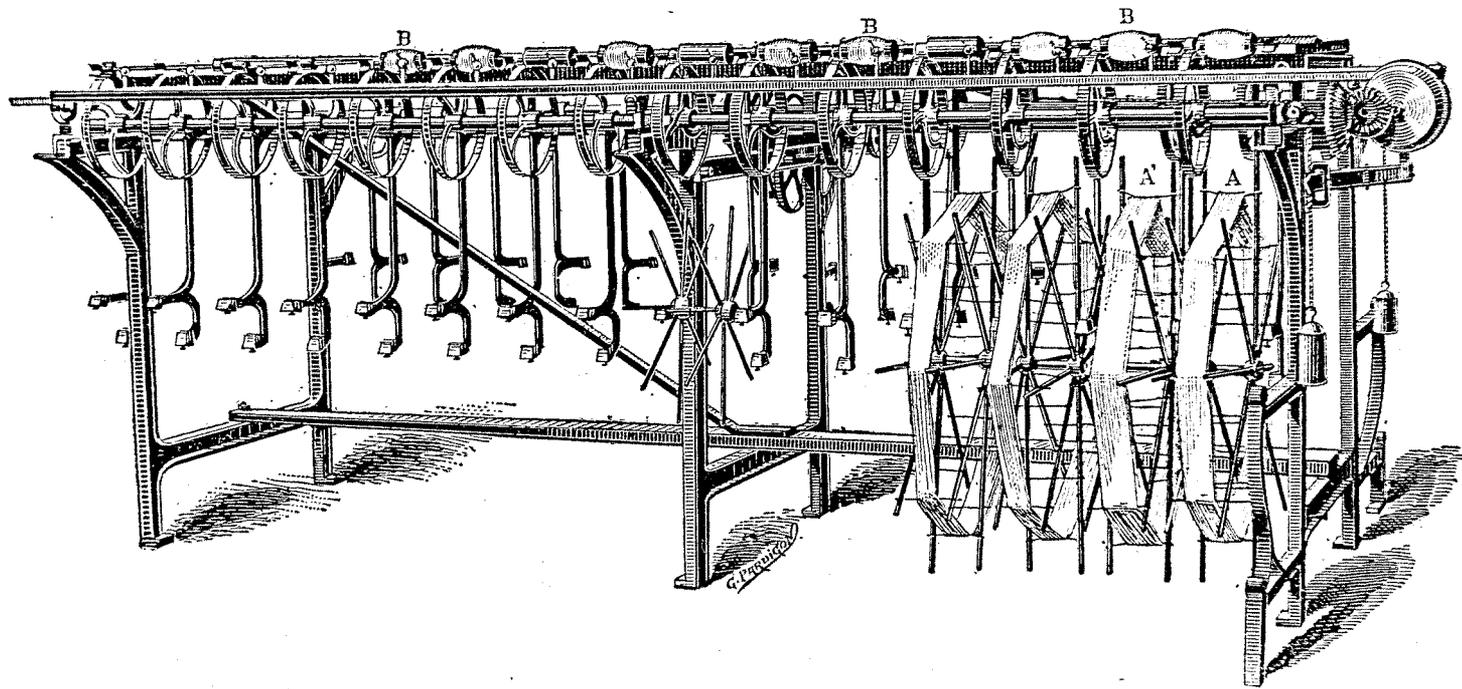

Fig. 212. — Bobinoir horizontal.
**Fils de chaîne.** — Les fils destinés à la *chaîne* subissent d'abord le *bobinage*. A cet effet, les écheveaux sont placés (fig. 212) sur des *asples* ou *tournettes* A, A', et le fil est enroulé sur des bobines tournantes B, B'. En avant de ces bobines se trouve un guide-fil animé d'un mouvement horizontal alternatif, et qui a pour but de faire enrouler le fil sur toute la longueur de la bobine. Dans le cas de la soie, le système est complété parfois par des ailettes tournant autour des bobines; le fil subit, avant de s'enrouler, un mouvement de torsion supplémentaire. Au lieu d'être horizontaux comme celui qui est représenté par la figure 212, les bobinoirs sont souvent verticaux.